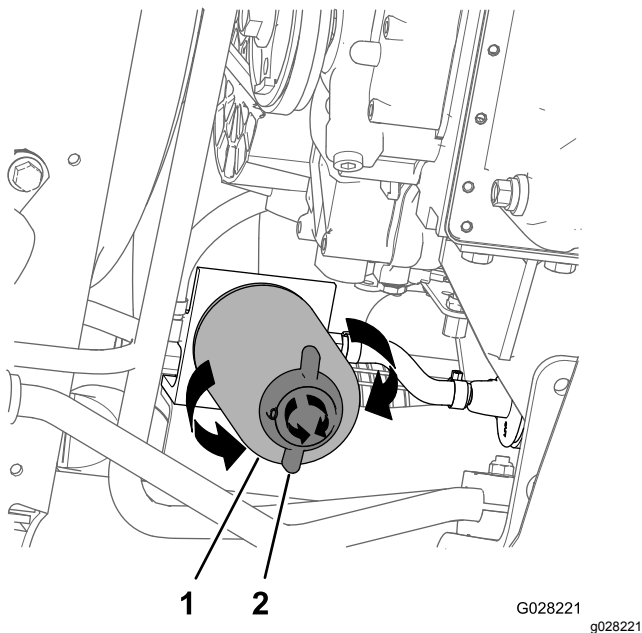

图 75
4. 在燃油滤清器下面放置一个放油盘请参阅 更换水分分离器 \(页码 49\) 中的 图 75。
2. 在水分离过滤器下面放置一个排油盘 图 75。
3. 逆时针旋转水分离过滤器底部的排水阀 图 75。
4. 清洁水分离过滤器和滤清器安装座周围的区域 图 75。
5. 拆下水分离过滤器 图 75。
9. 确保水分离过滤器底部的排水阀按照顺时针方向旋转牢牢拧紧 图 75。